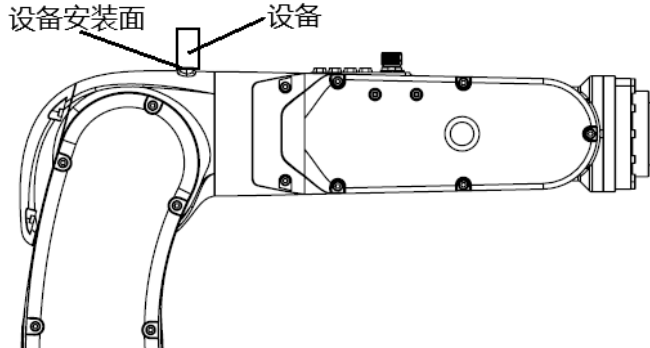

图 6-9 AIR4-560B 操作机肘部负载安装尺寸示意图
- AIR4-560B 操作机肘部可安装重量不超过 1kg 的外部设备，如图 6-9 所示。